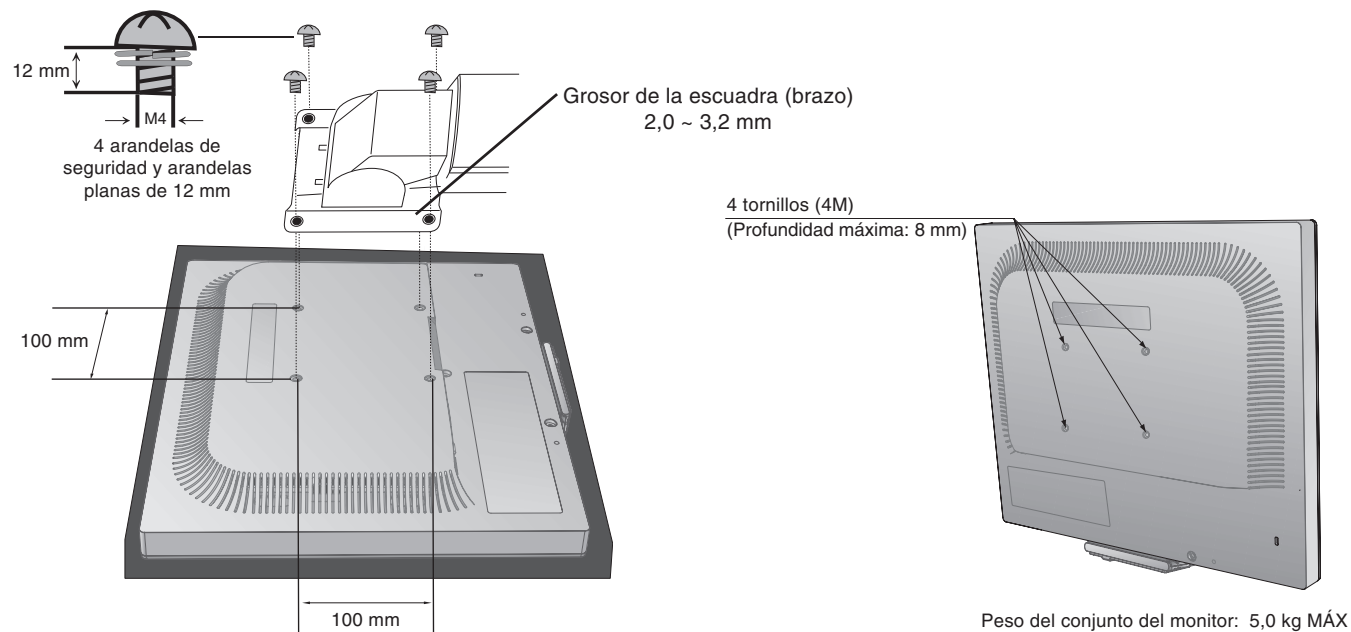

Figura F.1
2. Utilice 4 tornillos y fije el soporte al monitor (**figura F.1**).